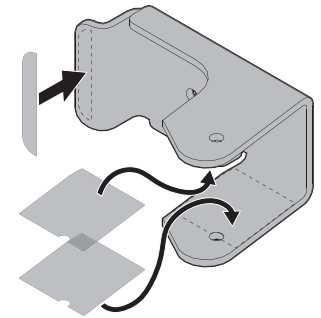

Figure 26
1. Avant l'assemblage, décollez les autocollants adhésifs de la feuille et appliquez-les sur les faces intérieures des supports de suspension de poids gauche et droit, comme indiqué à la Figure 26.